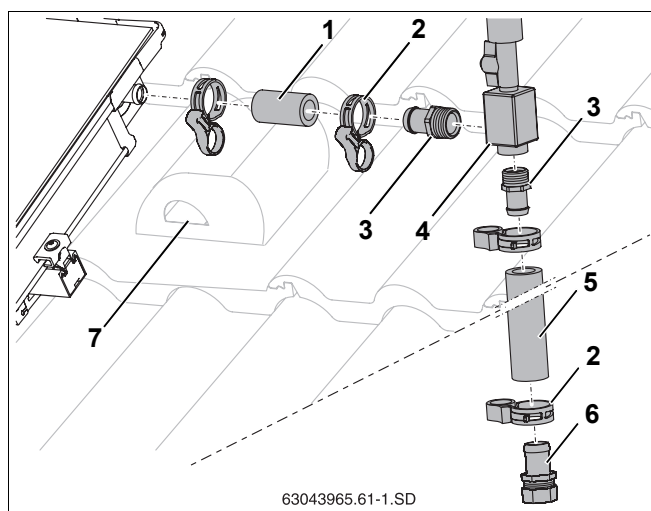

Fig. 57 Racordarea aerisitorului peste acoperiș
- Se împinge furtunul solar (55 mm, Fig. 57, **Poz. 1**) pe racordul de tur al câmpului de colectori și se fixează cu colierul arc.
- Capătul furtunului R^{3/4} cu O-Ring (Fig. 57, **Poz. 3**) se înșurubează de recipientul de aer (Fig. 57, **Poz. 4**).
- Se introduc capetele furtunului (Fig. 57, **Poz. 3**) până la opritor în furtunele solare (Fig. 57, **Poz. 1** și **5**) se fixează cu colierele arc (Fig. 57, **Poz. 2**).
- Se introduc capetele furtunului cu îmbinarea prin cleme (Fig. 57, **Poz. 6**) până la opritor în furtunul solar și se fixează cu colierul arc.
- Se dirijează furtunul solar împreună cu cablul senzorului prin țigla de aerisire (Fig. 57, **Poz. 7**) și prin izolația acoperișului.
- Se racordează conducta colectoare la capătul de furtun cu îmbinarea prin cleme (18 mm) (Fig. 57, **Poz. 6**).